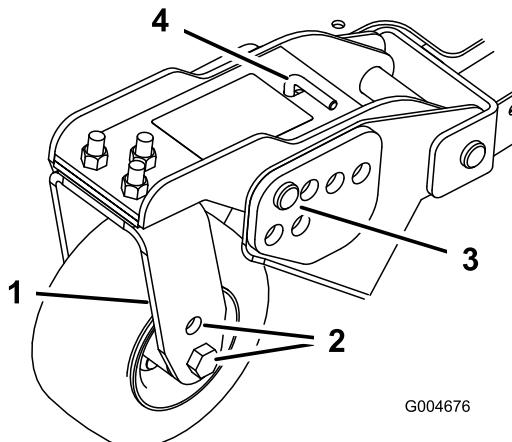
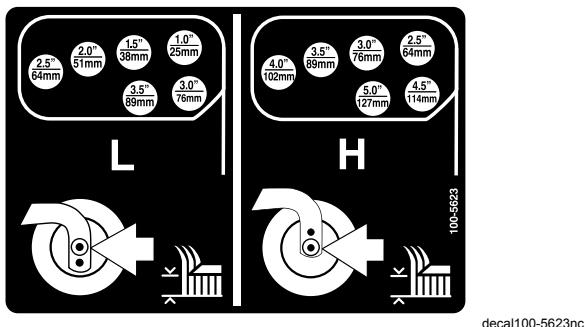

Bild 22
Bild 23
1. Stecken Sie die Laufradachsen in allen Laufradgabeln in die gleichen Löcher (Bild 20 und Bild 22).
6. Entfernen Sie den Splint und die Lastösenbolzen von den Laufradgelenkkarren (Bild 22).
7. Drehen Sie die Spannstange, um den Gelenkkarm anzuheben oder abzusenken, bis die Löcher mit den ausgewählten Löchern in der Schnitthöhenhalterung im Mähwerkrahmen ausgerichtet sind (Bild 22 und Bild 23).